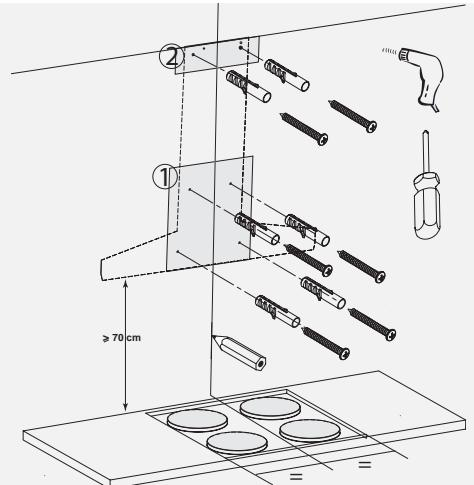

Fig. 2 / Abb. 2
- Coloque contra a parede as guias de montagem (**fig. 2**).